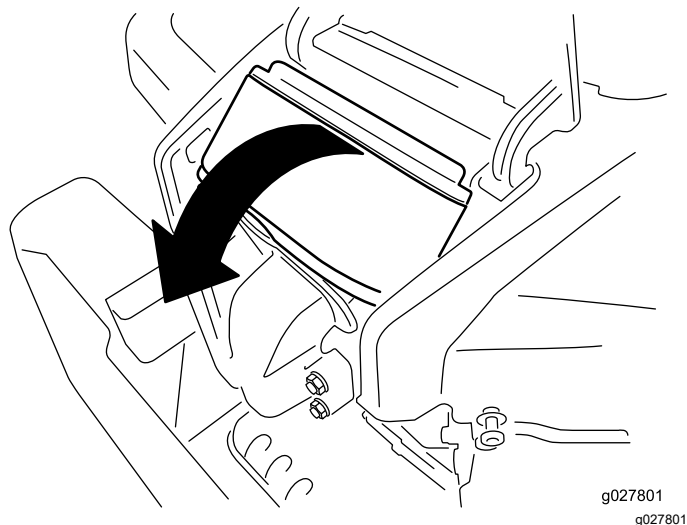

Figura 38
4. Ridicați capacul și rotiți ansamblul filtrului de aer pentru a-l îndepărta de motor (Figura 38).